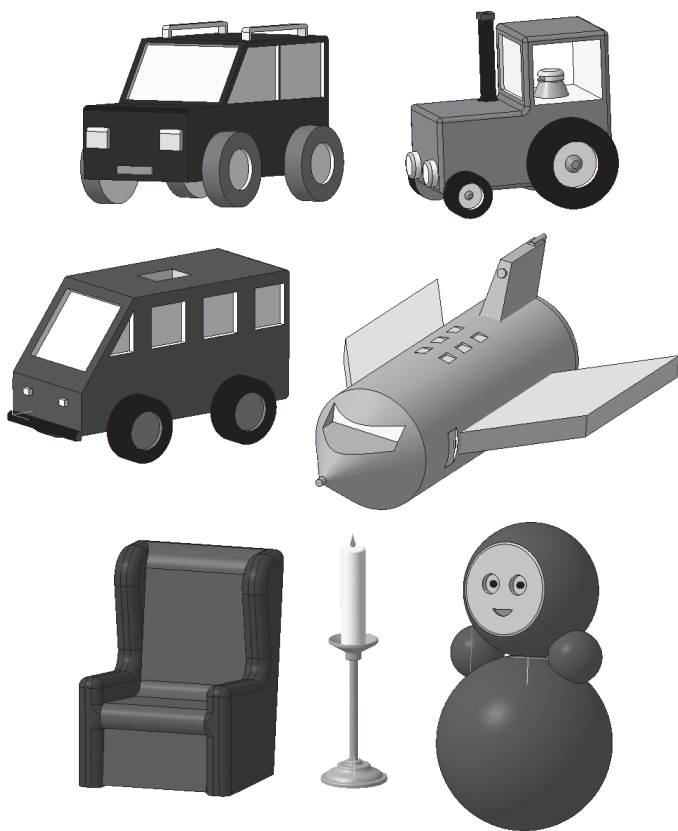

Рис. 254. Работы учащихся 7 класса МОУ «Лицей №1» г. Лысьвы Пермского края
1. На основе табл. 4 выполните творческую работу по теме «Моя первая модель – Игрушка» (см. работы рис. 254).